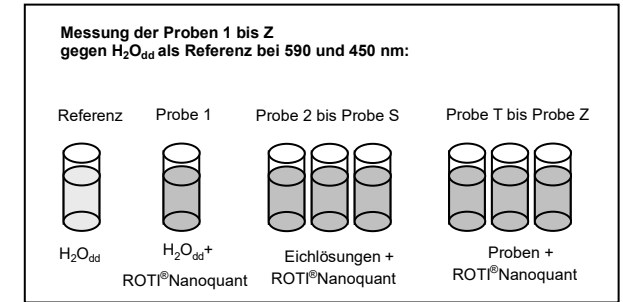

Abb. 2
4. Messen Sie die OD₅₉₀ aller Ansätze (Probe 1 bis Probe Z) gegen das reine H₂O_{dd} als Referenz (siehe Abb.2).
5. Messen Sie die OD₄₅₀ aller Ansätze (Probe 1 bis Probe Z) gegen reines H₂O_{dd} als Referenz (siehe Abb.2).